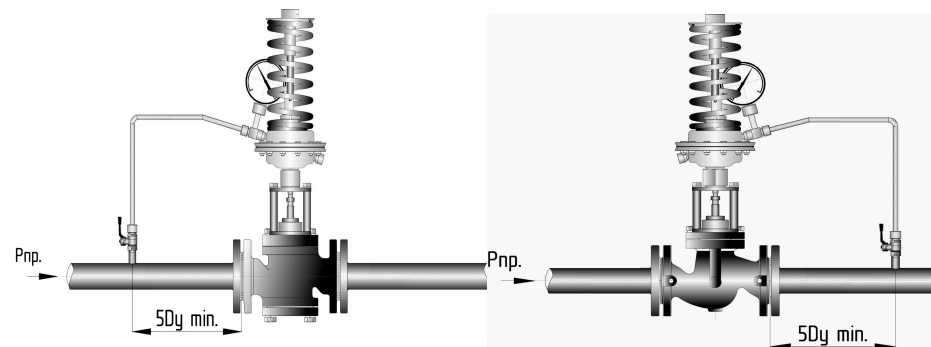

Рис.8 Включение регулятора УРРД для поддержания давления «до себя» (НЗ) и «после себя» (НО).
- для комплектации РД – один штуцер из комплекта в штуцер верхней камеры гидропривода рис.8;